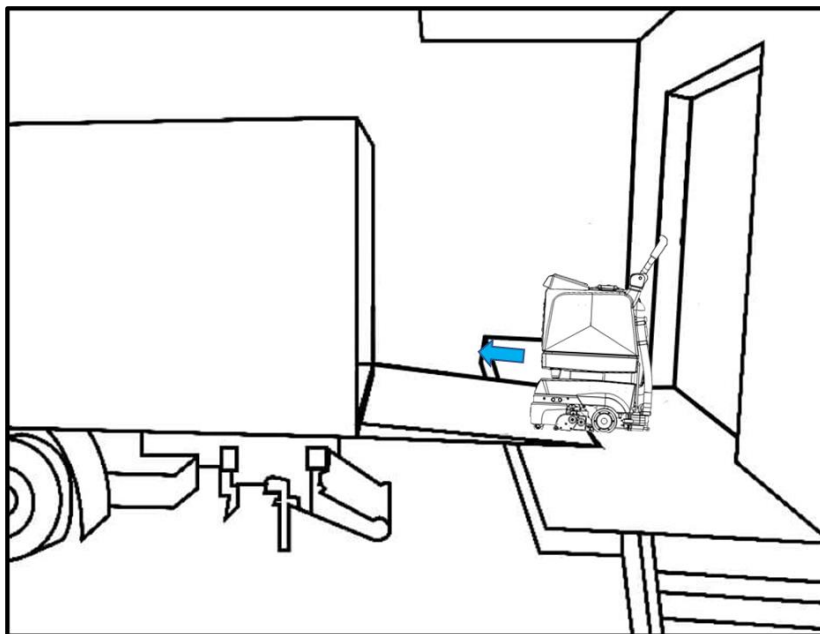

Fig. 4
- Lorsque vous déplacez le R3SCRUB sur une rampe hydraulique d'un camion, faites marche arrière (Fig. 4).